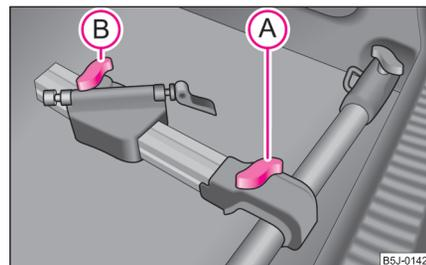

Fig. 66 Montar el portabicicletas
- Poner el portabicicletas autorizado sobre el travesaño, tras haber elevado el tornillo a **(A)** deslizar el larguero (pieza de aluminio) hasta el travesaño y enroscar el tornillo **(A)** en la tuerca ⇒ fig. 66.